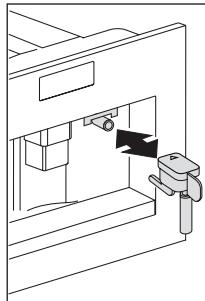

Abb. 13
- ▶ Für die erneute Verwendung des Geräts setzen Sie den Heißwasserauslauf ein (Abb. 13), sofern er sich noch nicht in Position befindet und drücken das **OK** Symbol (B9). Im Display erscheint: HEISSWASSER OK DRÜCKEN. Drücken Sie das **OK** Symbol (B9) innerhalb ein paar Sekunden und lassen Sie etwa 30 Sekunden lang Wasser aus dem Auslauf laufen. Wenn die Ausgabe stoppt, werden die Grundmodi wieder angezeigt.